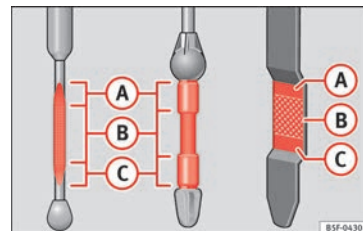

Fig. 147 Vareta de medição do nível de óleo.
- Em seguida, retire-a novamente e verifique o nível do óleo » Fig. 147. Caso seja necessário, reponha óleo do motor.